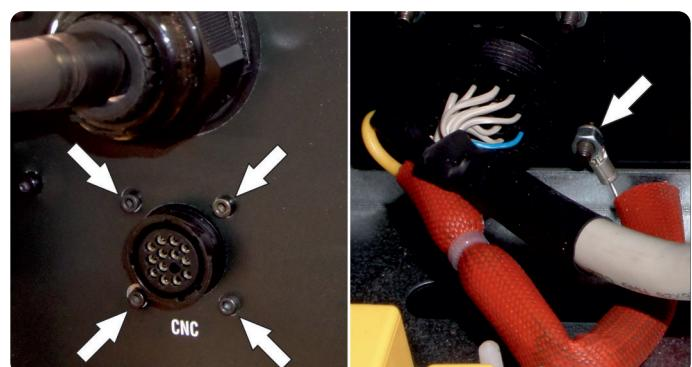

Fig. 4
- ◆ Inserire il connettore circolare 14-poli presente ad una estremità della connessione 5587493 (pos.2) nel foro che era sotto la precedente placchetta , ora disponibile, e fissarlo come mostrato in Fig.4
- ◆ Fissare il terminale di terra ad occhiello disponibile ad una estremità della connessione 5587493 (pos.2) al punto di fissaggio mostrato in Fig.4, utilizzando vite e dado M3. Il dado dovrà trovarsi all'interno del generatore.